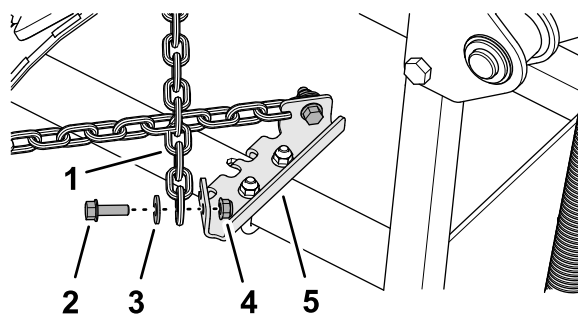

Figure 14
1. Croisez les chaînes attachées au-dessus de la barre d'attelage (Figure 14).
3. Fixez la chaîne sur la patte de butée à l'aide d'un boulon à embase (5/16 x 1 po), d'une rondelle ( $\frac{3}{8}$  x  $\frac{7}{8}$  po) et d'un contre-écrou à embase (5/16 po), comme montré à la Figure 14.